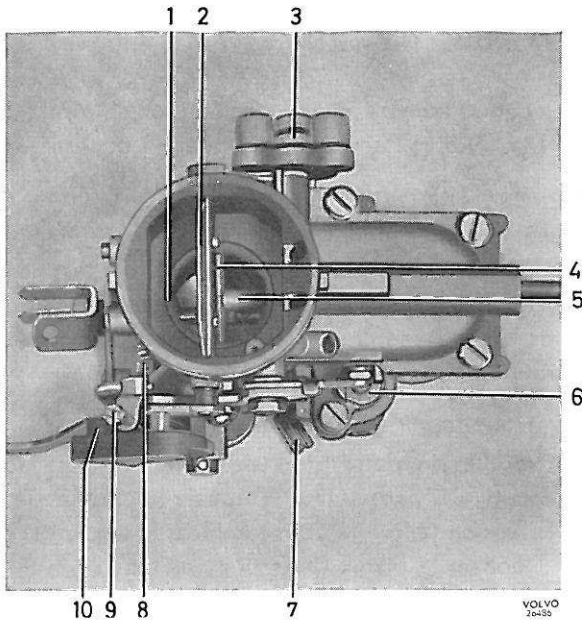

Figure 85. Position de la buse d'air
L'embouchure (5, figure 85) de la chambre d'émulsion doit être bien appliquée contre
Le réglage de la course de la pompe se fait en soulevant la rondelle (6, figure 85) et en la faisant tourner d'un demi-tour. Normalement, le piston est réglé sur une course courte, la came la plus élevée sur la rondelle étant tournée contre le ressort sur le levier.
Dévisser la vis de ralenti accéléré (9, figure 85) jusqu'à ce que son plan inférieur se place dans le même plan que la console placée en dessous. Visser ensuite cette vis de 3 1/2 tours. Enfoncer la commande de starter.
1. Régler le régime de ralenti sur 500–700 tr/mn en agissant sur la vis de réglage du ralenti (8, figure 85).
2. Régler le mélange air-essence à l'aide de la vis de richesse (7). Commencer par visser cette vis (mélange maigre) jusqu'à ce que le moteur commence à fonctionner irrégulièrement. Dévisser ensuite lentement cette vis jusqu'à l'obtention d'un ralenti régulier et tranquille.
3. Régler enfin le régime de ralenti en cas de nécessité à l'aide de la vis (8).